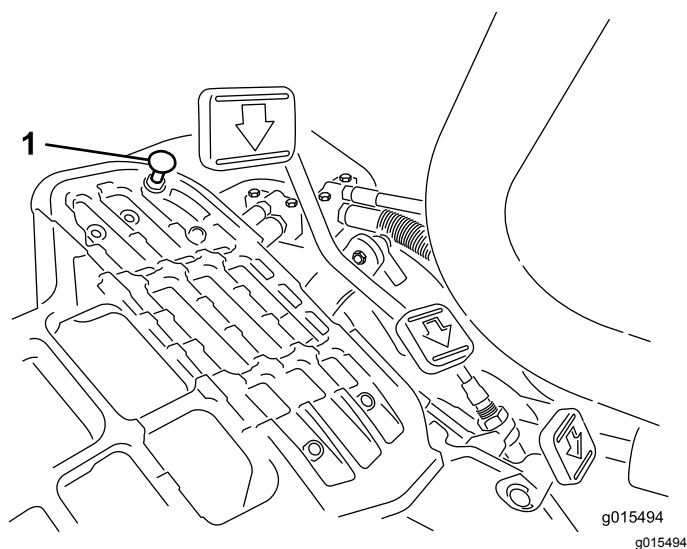

Figure 47
Pour obtenir la vitesse de transport maximale, placez le sélecteur de fonction en position de TRANSPORT et appuyez sur la pédale de déplacement. Si la pédale touche la butée (Figure 47) avant que la tension soit ressentie sur le câble, procédez comme suit :
1. Placez le sélecteur de fonction à la position de TRANSPORT et desserrez le contre-écrou de fixation de la butée de pédale au plancher (Figure 47).